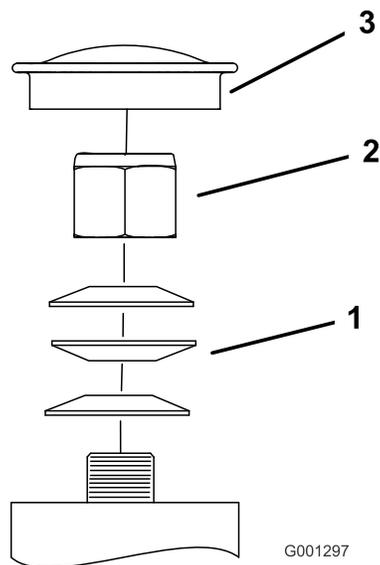
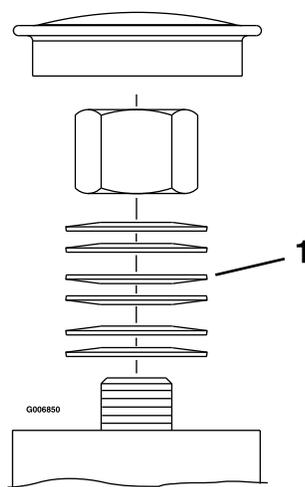

Рисунок 54
Рисунок 55
3. Снимите пылезащитную крышку с поворотного колеса и затягивайте контргайку до тех пор, пока пружинные шайбы не станут плоскими, и затем отверните на 1/4 оборота, чтобы правильно установить предварительную нагрузку на подшипниках (Рисунок 54 и Рисунок 55).
Внимание: Убедитесь, что пружинные шайбы установлены правильно, как показано на Рисунок 54 и Рисунок 55.